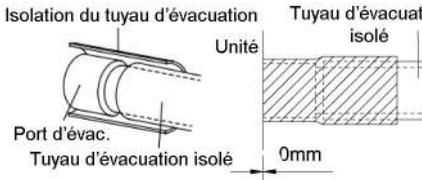

Fig.28
- (9). Assurez-vous de bien isoler le port d'évacuation et la connex. du tuyau d'évacuation (Fig.28)